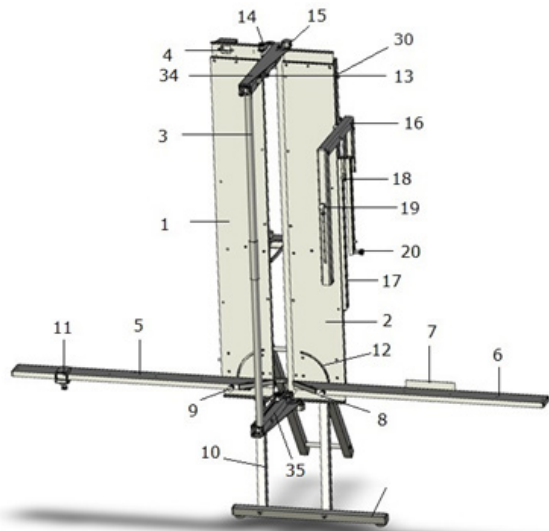

Fig. 1
- Ne soulevez pas l'appareil par l'étrier de coupe (3, Fig. 1) !